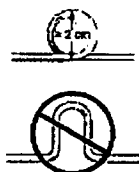

Figura 9. Enrollamiento de la parte sobrante del electrodo
- Enrolle la parte sobrante del cuerpo del electrodo formando un bucle circular mayor de 2 cm (0,8 pulg.) de diámetro. No cree una curva o bucle en forma de U (Figura 9). Un bucle circular reduce la posibilidad de interferencias electromagnéticas y sus efectos e impide que el cuerpo del electrodo se retuerza o sufra daños.